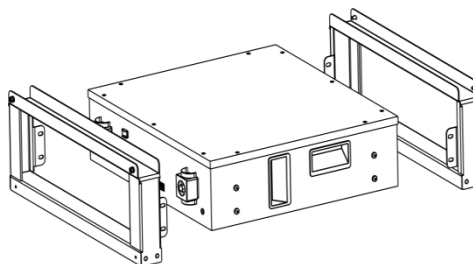

Figura 3-2
1. O suporte A48100 A48100 é mostrado na Figura 3-2 antes da instalação.